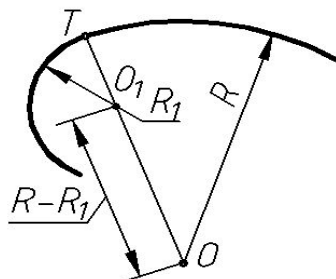

Fig. 3.3
- diferența razelor cercurilor pentru racordarea interioară, fig. 3.3.